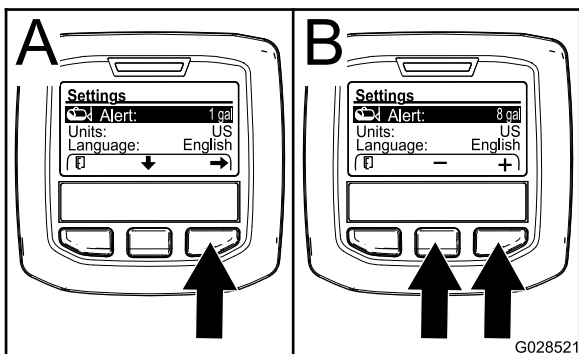

Figura 70
2. Pulse el botón de selección central para destacar el ajuste Alertas (Figura 70).
3. Pulse el botón de selección derecho (Figura 70).
4. Use los botones de selección central o derecho para introducir la cantidad mínima que puede haber en el depósito antes de que aparezca la alerta durante la operación del fumigador (Figura 70).